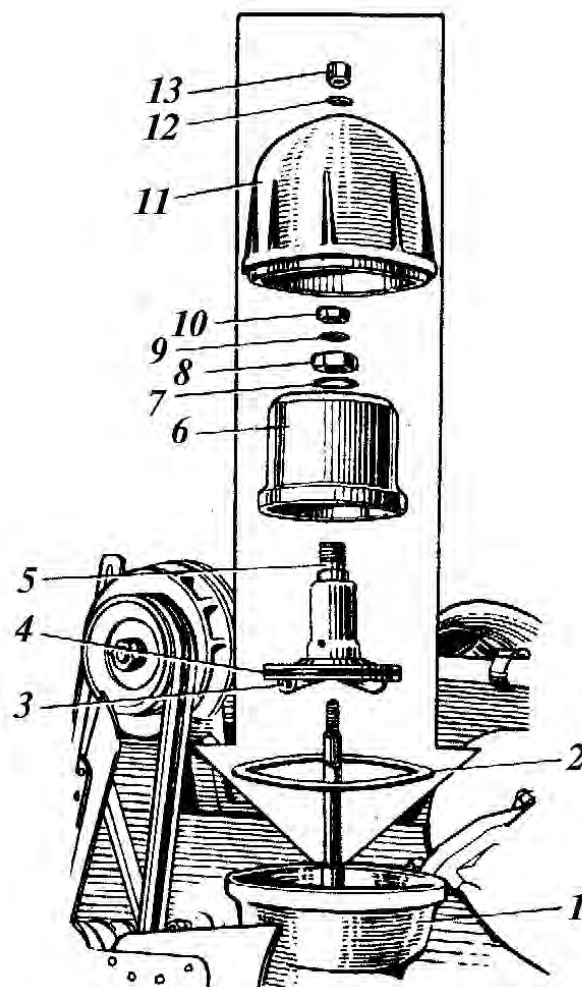

Рис. 11.17. Фильтр центробежной очистки масла
2. Отверните гайку крепления ротора **10** (рис. 11.17), снимите ротор **5** в сборе с колпаком **6** и упорной шайбой **9**.